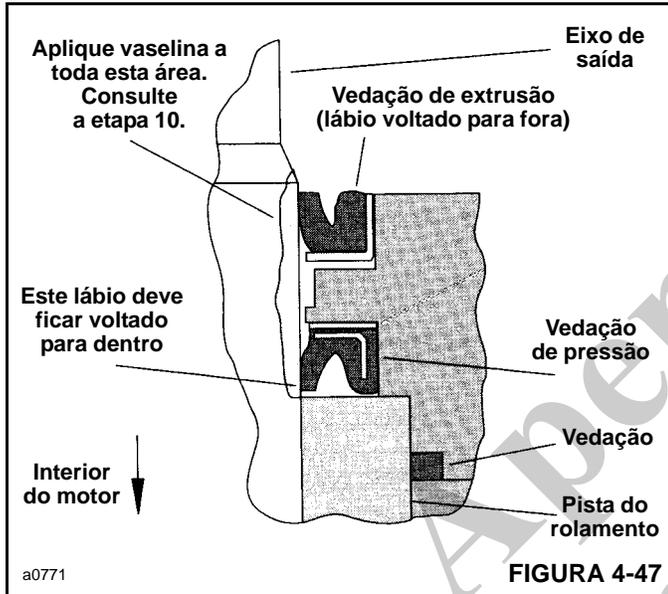

FIGURA 4-47
10. Antes de instalar o flange e o conjunto da vedação no eixo (9, Figura 4-39), coloque uma luva ou camisa protetora sobre o eixo. Em seguida, lubrifique o espaço entre a vedação de exclusão 2 e a vedação de pressão 5, bem como os lábios de ambas as vedações (consulte Figura 4-47).